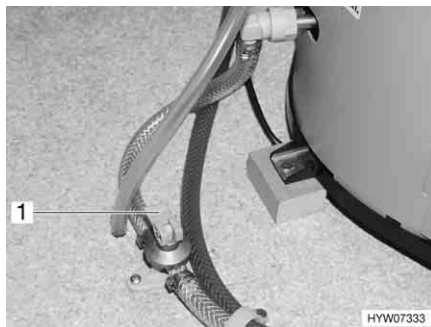

Fig. 94 Rubinetto di scarico per boiler Truma
- Chiudere il rubinetto di scarico (Fig. 94,1) del boiler. A questo scopo posizionare orizzontalmente la leva a bilanciere.
- Aprire il rubinetto di scarico del boiler (Fig. 94,1). A questo scopo mettere la leva a bilanciere sul rubinetto di scarico del Boiler in posizione verticale.